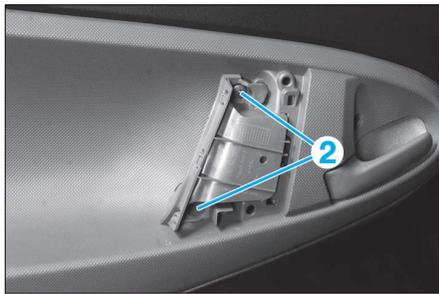

FIG. 82
- Déposer les vis (2) de la poignée intérieure (3), puis la déposer (Fig.82 et 83).